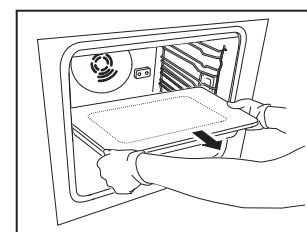

Fig. 4
2. Retirez à deux mains la plaque à induction et mettez-la de côté, en évitant de la cogner, au risque d'endommager le verre ou la prise électrique (Fig. 4).